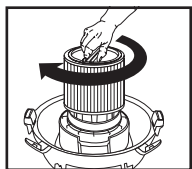

FIGURA 11
17. Sostenga la tapa del depósito con una mano, gire la manija del retenedor del filtro en el sentido de las agujas del reloj para ajustarlo, asegurando el filtro en su lugar. **FIGURA 11.**